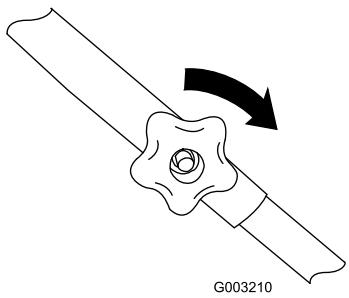

Figura 4
- Instale los pernos y los pomos del manillar superior con los pomos en la parte exterior del manillar, apretando los pomos todo lo posible (Figura 4).